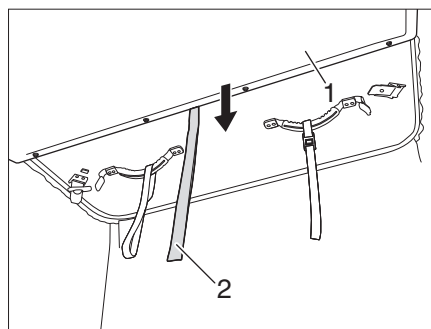

Fig. 46 Abbassamento della cuccetta
- Abbassare la cuccetta (Fig. 46,1) afferrando la cinghia (Fig. 46,2).
- ▷ Prima di chiudere il tetto sollevabile, abbassare la cuccetta (Fig. 46,1). **Non** abbassare contemporaneamente la cuccetta e il tetto sollevabile.